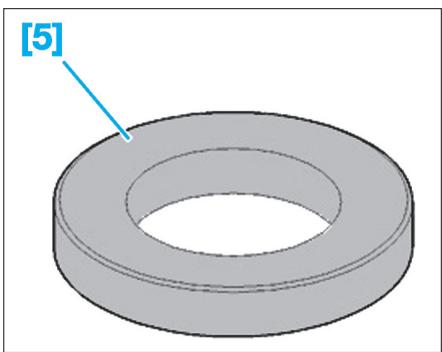

Fig. 24
- [5]. Tampon de montage (Ref. 0621-P) (Fig.24).